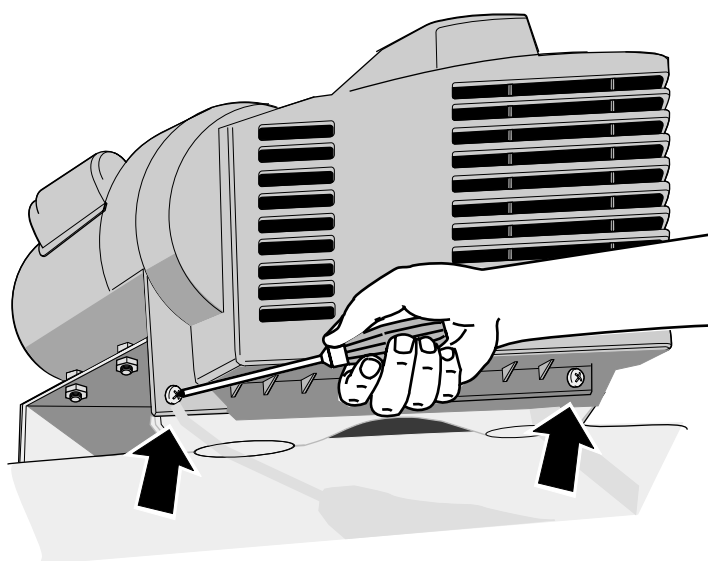

FIGURA 2
- solte o protetor, afrouxando os parafusos tipo Phillips que fixam na base (figura 2) e remova-o;